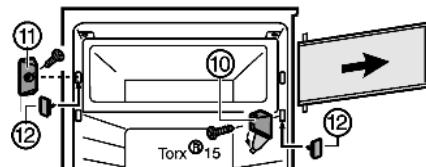

Fig. 6*
- ▶ Ouvrir le cache du support d'appui Fig. 6 (10).*
- ▶ Dévisser le support d'appui Fig. 6 (10) avec la porte du compartiment.*
- ▶ Dévisser l'élément de fermeture Fig. 6 (11).*
- ▶ Boucher les trous à l'aide du cache Fig. 6 (12) fourni.*